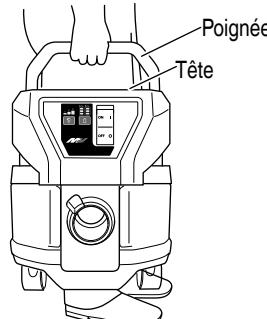

Fig. 22
7. Transport et rangement**Comment utiliser la poignée (Fig. 22)**